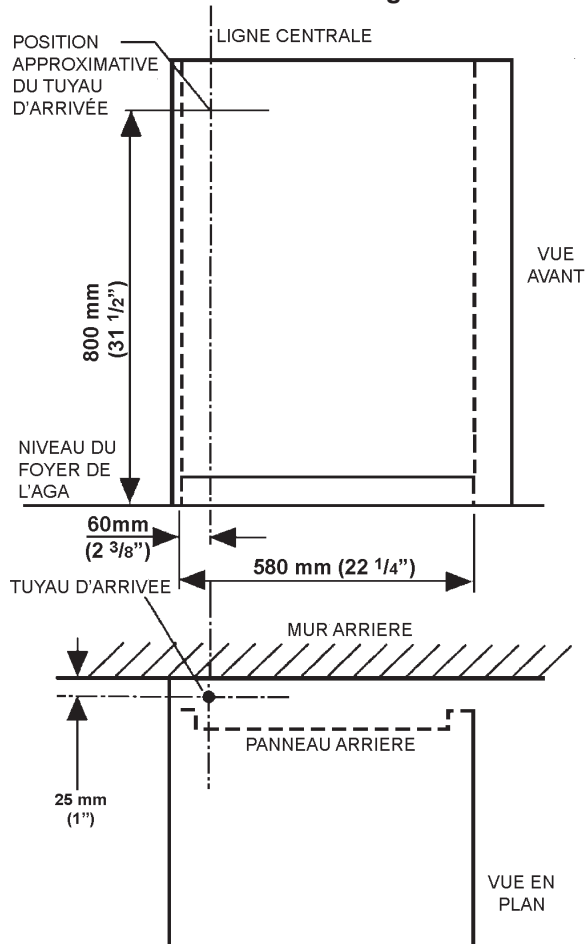

Fig. 11
- Marquez la position appropriée de l'alimentation en gaz de la cuisinière sur le mur. Voir Fig. 1 ou 2 et Fig. 11.